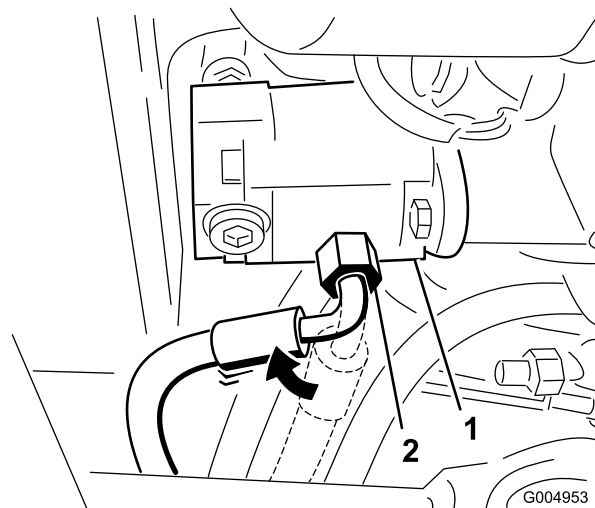

Figure 107
18. Desserrez le raccord du flexible de pression sur la pompe et tournez-le de 45 degrés vers l'avant de la machine (Figure 107).
Remarque: La Figure 107 est une vue de sous le groupe de déplacement.